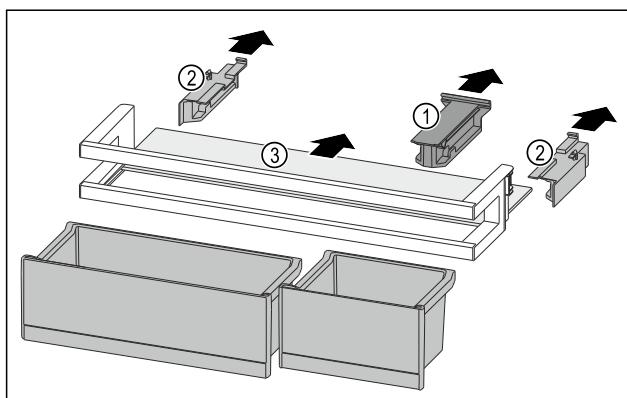

Fig. 132
- ▶ Retirer la pièce de retenue Fig. 132 (1).
- ▶ Retirer les parties latérales Fig. 132 (2).
- ▶ Retirer la tablette de rangement Fig. 132 (3).